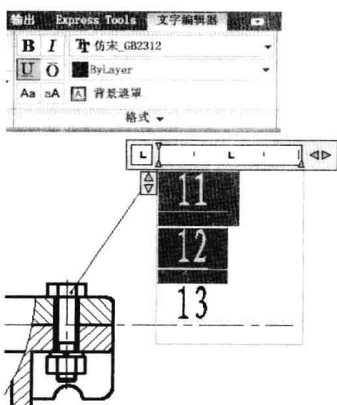
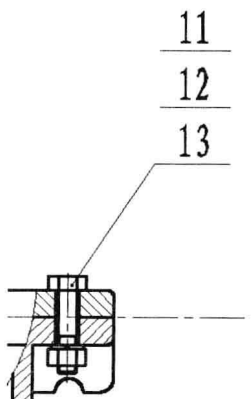

图 7-5-14
图 7-5-15
(11) 单击“多重引线”按钮, 创建新的引线，并设置序号文字为下划线格式，如图 7-5-14 所示。单击“关闭”按钮，即可完成引线标注，如图 7-5-15 所示。